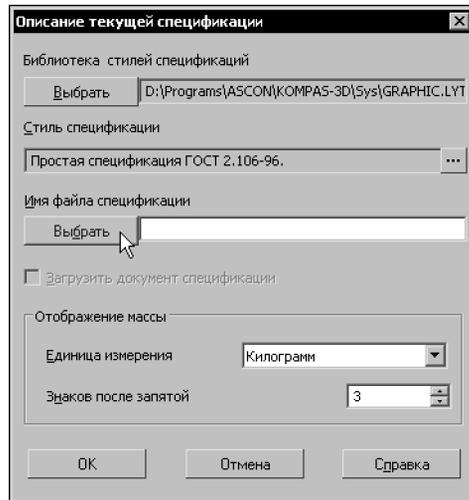

Рис. 8.2. Редактирование описания
3. В появившемся диалоге описания спецификации (рис. 8.2) задайте имя файла подключаемой спецификации. Для этого нажмите кнопку **Выбрать** в группе опций **Имя файла спецификации** и в появившемся диалоге открытия файлов укажите имя файла спецификации.
На экране появится диалог описания спецификации (рис. 8.2).